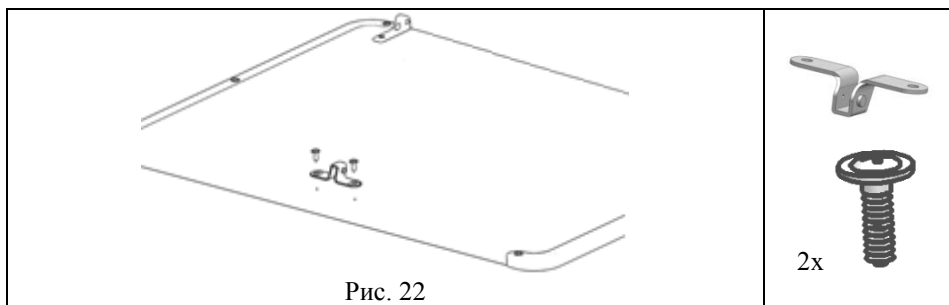

Рис. 22
5.5.2. К сборке по п. 5.5.1 прикрутить с помощью саморезов с прессшайбой (поз. 2, пакет № 148) кронштейн верхний (поз. 3, пакет № 9а), см. рис. 22, 22а.
Рис. 22а